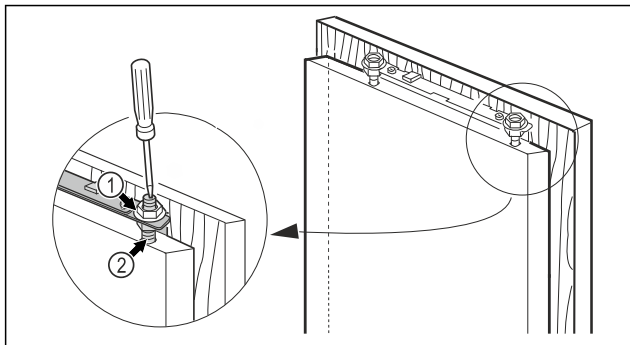

Fig. 63
- Pojistné matice Fig. 63 (1) dotáhněte šestihranným klíčem 13, přitom přidržujte ustavovací čepy Fig. 63 (2) na protější straně šroubovákem.